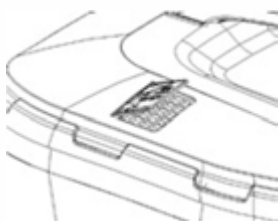

Рис. 14
- В процессе работы, пока травосборник не заполнен, флажок индикатора приоткрывается (рис. 14).